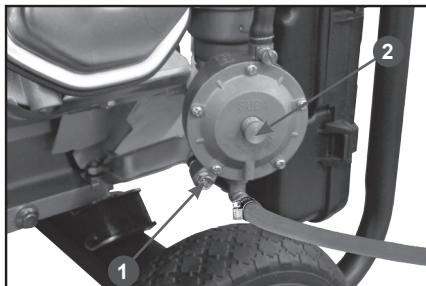

Рис. 14 Редуктор газовый генератора
- Слейте остатки бензина с карбюратора. Приготовьте подходящую емкость и поместите ее под газовый редуктор генератора. Открутите болт 1 на газовом редукторе генератора (Рис. 14) и слейте бензин в подготовленную для этого емкость. Закрутите болт для слива бензина.
На Рис. 14 показан один из вариантов газового редуктора, где для слива топлива из карбюратора нужно откручивать болт. На генераторе также может быть установлен газовый редуктор, где для слива топлива из карбюратора предусмотрен топливный кран. В этом случае, для слива топлива из карбюратора переведите рычаг топливного крана в положение ON (Открыто). После слива топлива из карбюратора переведите рычаг топливного крана в положение OFF (Закрыто).
- Нажмите кнопку 2 на корпусе газового редуктора генератора и держите её примерно 3-5 секунд (Рис. 14).